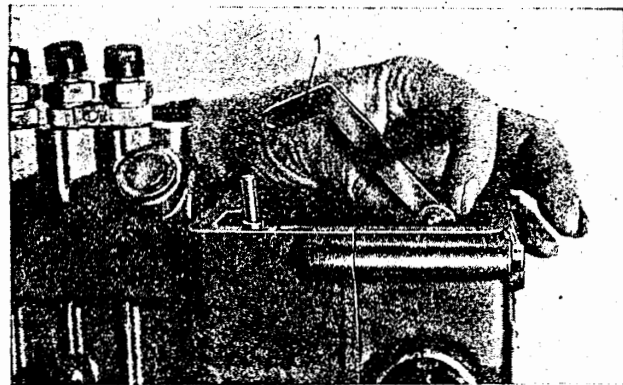

Bild M 139. Aushängen der Stoßstange (1) an der Gelenkgabel
- (1) Reglergehäuse-Anschlußteil
2. Die Stoßstange kann auch am Regler verbleiben, sie muß dann an der Gelenkgabel ausgehängen werden (Bild M 139).